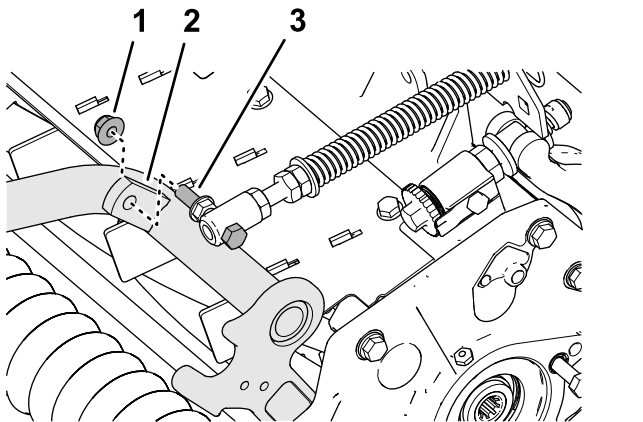

**Bild 19**
- Entfernen Sie die Sicherungsbundmutter ( $\frac{3}{8}$ " ), mit der die Kopfschraube der Rasenkompensierungsfeder an der rechten Lasche des Trägerrahmens befestigt ist, und nehmen Sie die Kompensationsfeder vom Mähwerk ab (**Bild 19**).